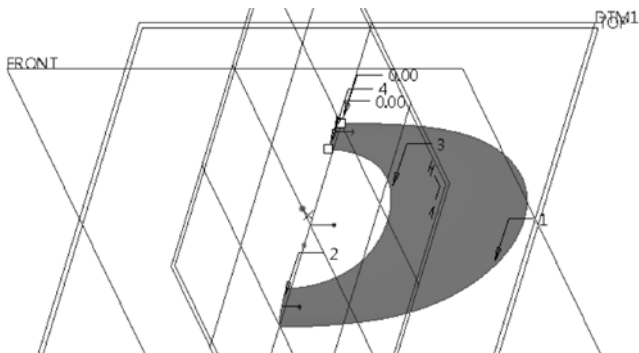

图 8-73 定义曲面边界
- 2 结合〈Ctrl〉键按照顺序来依次选择所创建的 4 条平面曲线, 预览效果如图 8-73 所示。